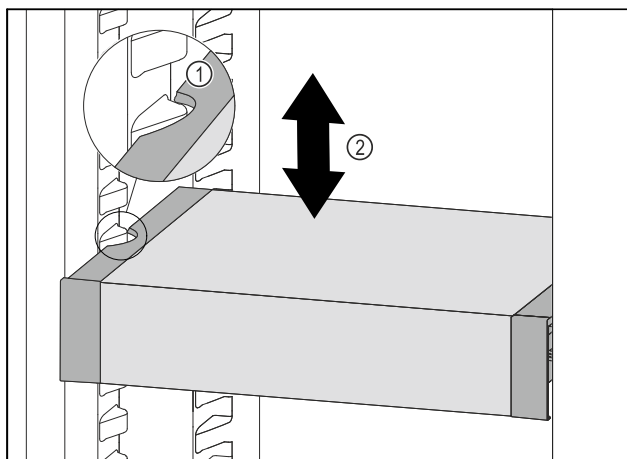

Fig. 86
- ▶ Træk VarioSafe fremefter, indtil udsparingerne i siden på VarioSafe er på niveau med beholderribben i kølesektionen, Fig. 86 (1)
- ▶ Flyt VarioSafe op eller ned i kølesektionen, indtil den ønskede højde er nået, Fig. 86 (2)